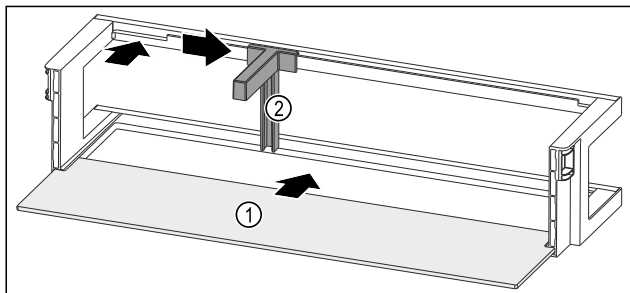

Fig. 255 Polica u vratima s policom za odlaganje
- Umetnite policu Fig. 255 (1) u bočna udubljenja.
- Držač za boce Fig. 255 (2) umetnite u otvor.
- Držač za boce Fig. 255 (2) pogurnite u željeni položaj na stranu.